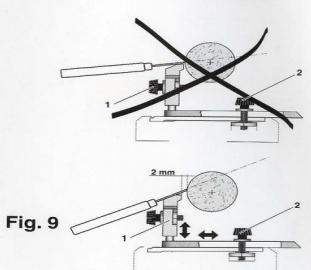

Fig. 9
4. Așezați portcuțitul 1 în așa fel încât distanța între acesta și piesă să fie de 2 mm (Fig. 9). Cu ajutorul surubului 2, suportul cutitului poate fi fixat în poziția corespunzătoare.
2. Reglați suportul 1 (Fig. 9) în așa fel încât distanța între acesta și piesă să fie de 2 mm.
4. În timpul tăierii, țineți dalta așa cum este descris în Fig. 9.